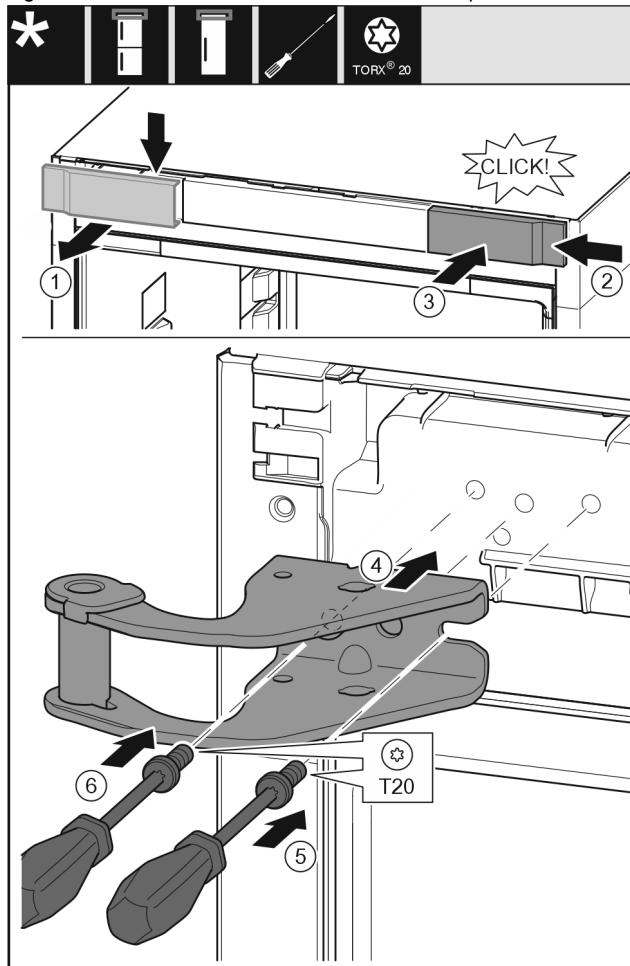

Fig. 9
- Hiqni kapakun mbulues nga lart duke e tërhequr përpara. Fig. 9 (1)
- Futni kapakun të rrotulluar me 180°, në anën tjetër nga e djathta. Fig. 9 (2)
- Mbërtheni në vend kapakun mbulues. Fig. 9 (3)
- Vendosni bazamentin mbështetës të sipërm. Fig. 9 (4)
- Vendosi vidën me një kaçavidë T20 dhe shtrëngojeni fort. Fig. 9 (5)
- Futni në vend vidën me një kaçavidë T20 dhe shtrëngojeni fort. Fig. 9 (6)